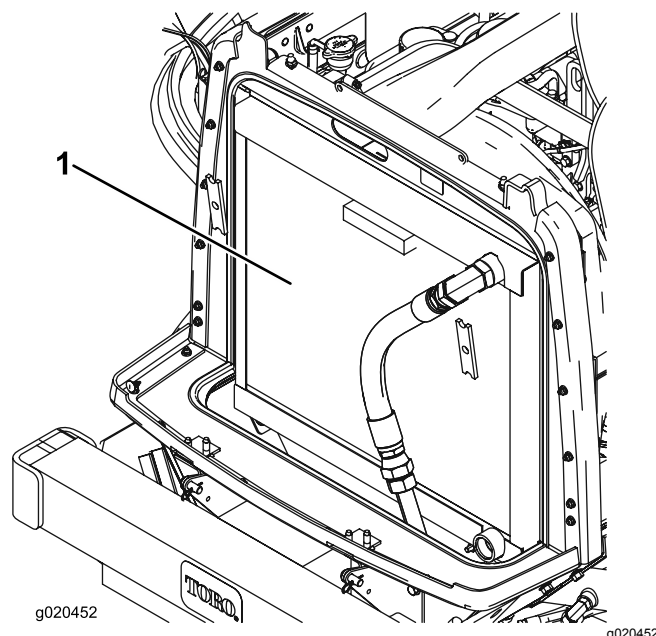

Figura 92
2. Pulite accuratamente entrambi i lati dell'area del refrigeratore dell'olio e del radiatore utilizzando aria compressa (Figura 92). Iniziate dal lato della ventola e fate uscire i detriti verso la parte posteriore. Successivamente eseguite la pulizia partendo dalla parte posteriore e soffiando l'aria verso la parte anteriore. Ripetete la procedura più volte fino a rimuovere completamente sporcizia e detriti.